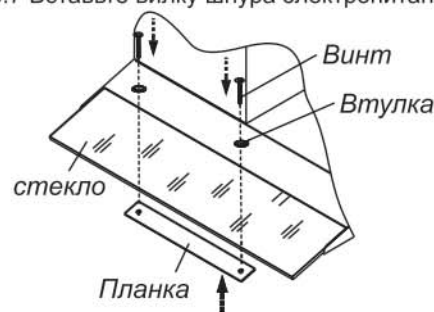

РИС. 9
6.6 Крепление стекла (рис. 9, 10):
- в отверстия на корпусе зонта вставьте винты через пластмассовые втулки (рис.9);